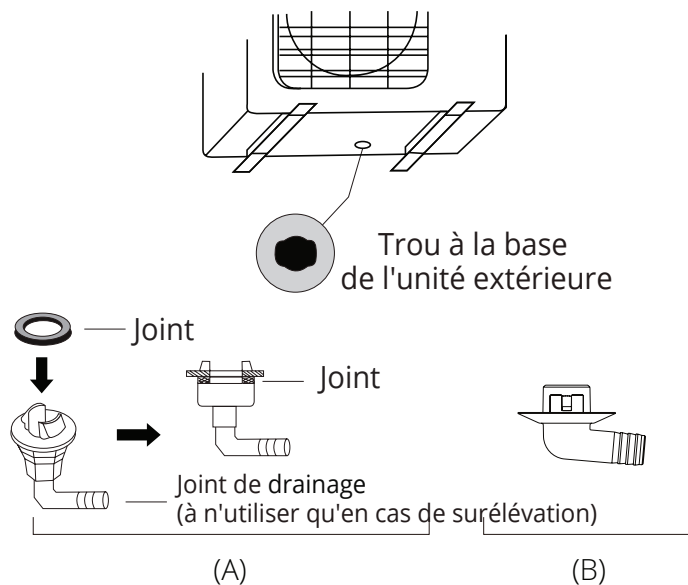

Fig. 4.4
**Si le joint de drainage est muni d'un joint en caoutchouc (see Fig. 4.4 - A), procédez comme suit :**
**Si le joint de drainage n'est pas muni d'un joint en caoutchouc (see Fig. 4.4 - B), procédez comme suit :**